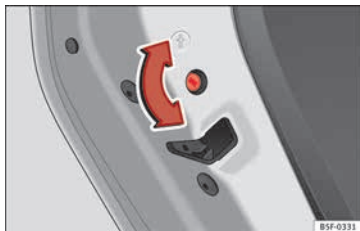

Fig. 105 Sécurité enfants de la porte gauche
- Lorsque la porte est ouverte, tournez la rainure avec la clé du véhicule dans le sens anti-horaire pour les portes de gauche » fig. 105 et dans le sens horaire pour les portes de droite.
- Lorsque la porte est ouverte, tournez la rainure avec la clé du véhicule dans le sens anti-horaire pour les portes de droite et dans le sens horaire pour les portes de gauche » fig. 105.